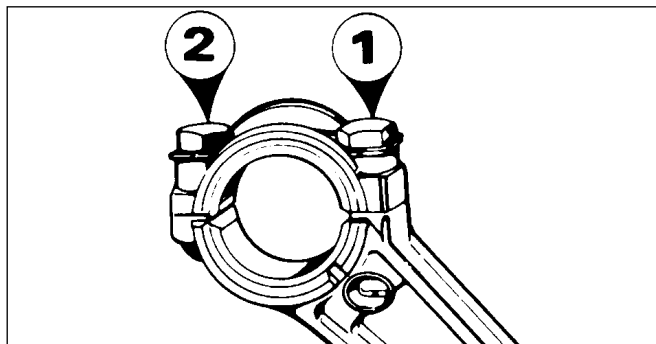

Abb. 53
- Die Schrauben sollten dann mit einem Drehmomentschlüssel mit dem in der Tabelle angegebenen Anzugsmoment in der gemäß Abb. 53 dargestellten Reihenfolge angezogen werden.